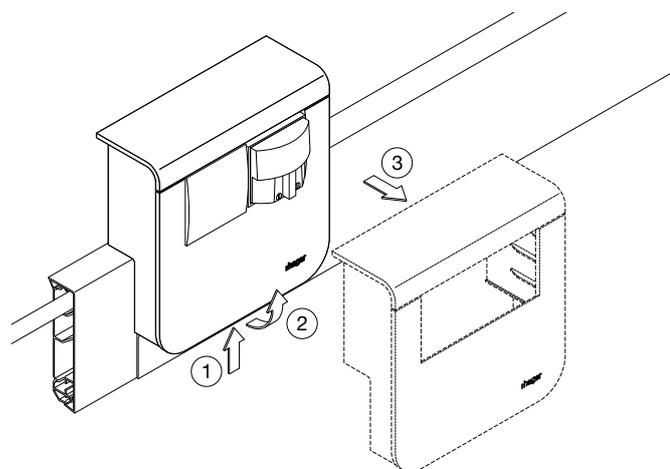

Figure 10
1. Déverrouiller (fig. 10)
2. Retirer le couvercle (fig. 10)